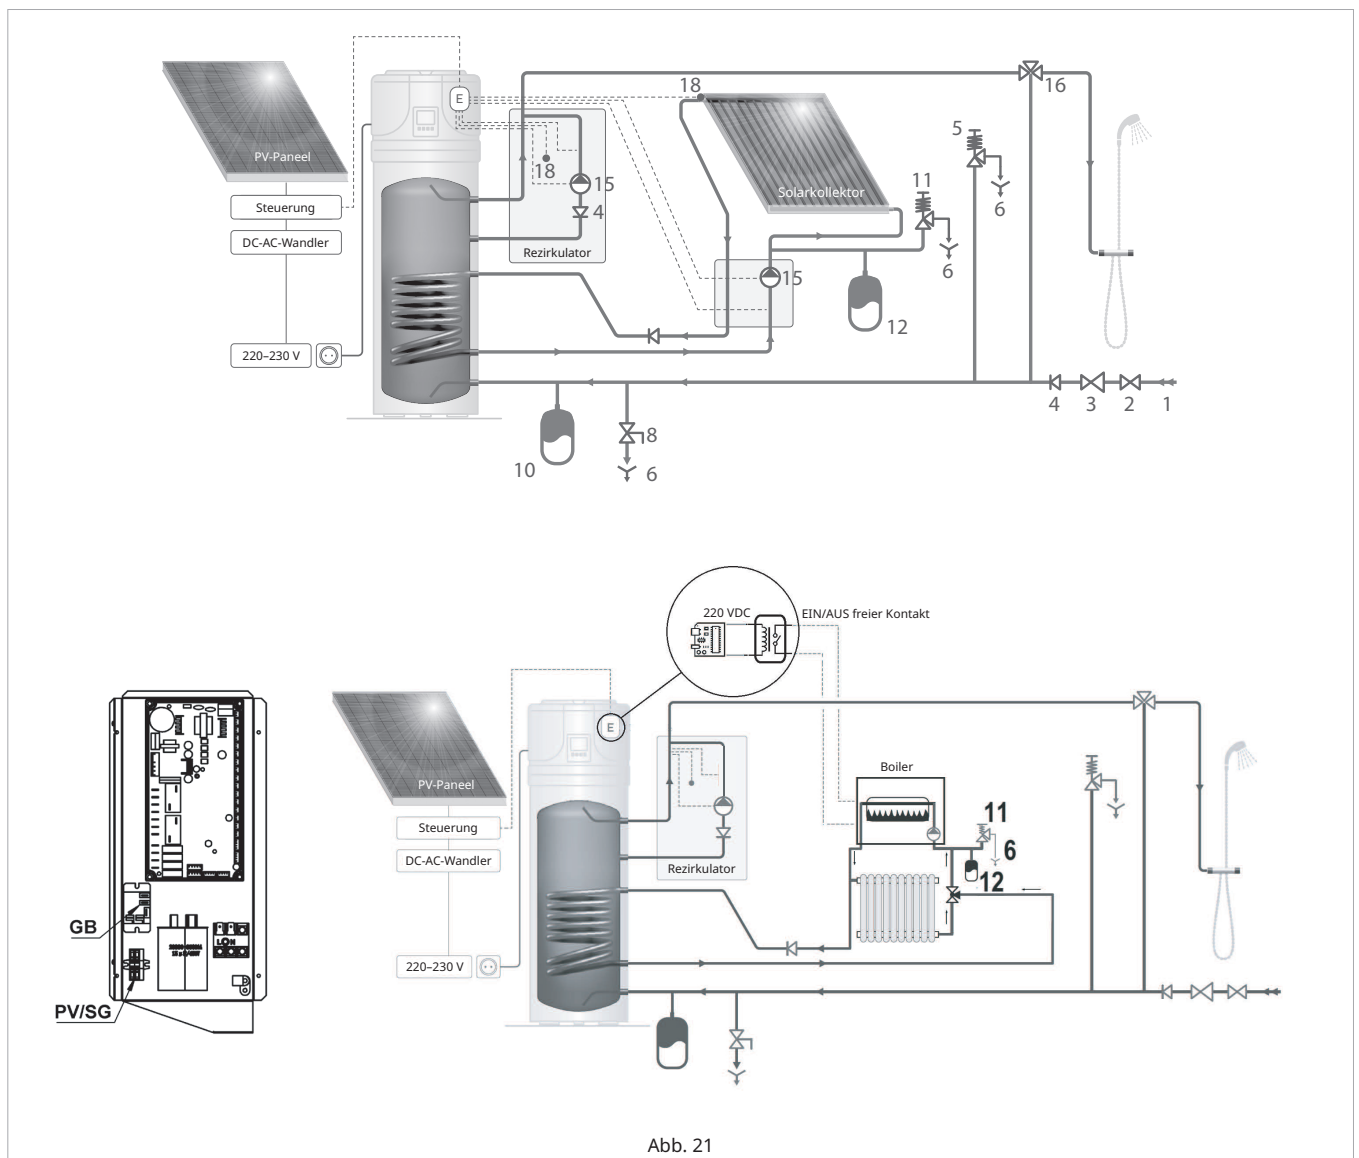

Abb. 21
Füllen Sie den Boiler durch Öffnen des Einlassshahns (2) (Abb. 21) und des Warmwasserhahns in Ihrem Badezimmer. Der Speicher ist vollständig mit Wasser gefüllt, wenn nur noch Wasser ohne Luft durch den Wasserhahn im Badezimmer fließt. Überprüfen Sie, ob es keine Lecks durch die Dichtungen und Verbindungen gibt. Ziehen Sie die Schrauben oder Verbindungen bei Bedarf und vor jedem Reinigungs- und Wartungsvorgang nach: